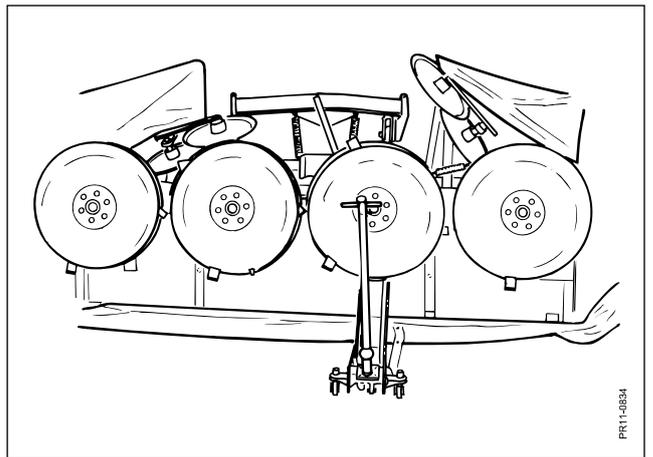

Fig. 5-6
**Fig. 5-6** und die Maschine weiter heben, bis die Maschine fast umkippt.